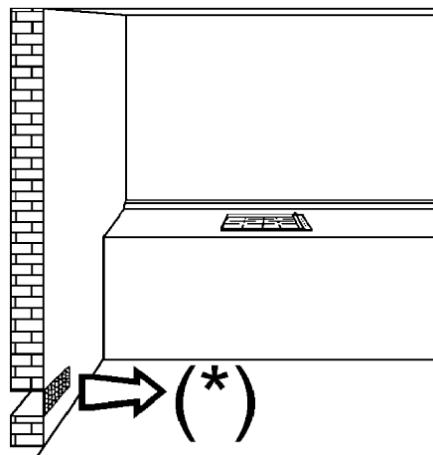
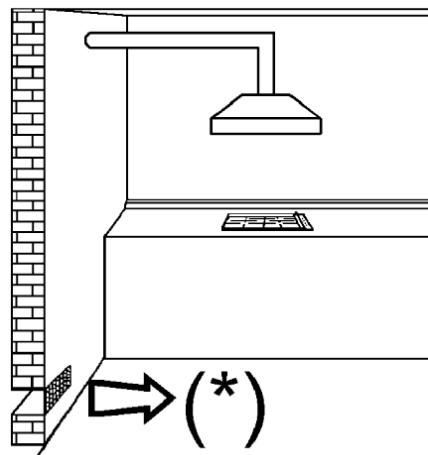

FIG. 3
FIG. 4
- **I'utilisation d'un appareil de cuisson à gaz génère chaleur et humidité dans le local où il a été installé. Par conséquent, il est nécessaire d'assurer une bonne ventilation du local, par maintenir libres des obstacles les rainures de ventilation naturelle (fig. 3) et par brancher le dispositif mécanique de ventilation (hotte aspirante ou ventilateur électrique, fig. 4 et fig. 5).**
Le flux naturel de l'air doit se réaliser par chemin direct à travers des ouvertures permanentes, faites dans les parois du local qu'il faut ventiler. Ces ouvertures doivent se connecter avec l'extérieure et avoir une section minimale de 100 cm² (voir la fig. 3). Il faut les organiser de la manière qui exclut son obstruction.
Les appareils de cuisson à gaz doivent toujours évacuer les produits de combustion au moyen de hottes connectées à cheminées, aux conduits pour fumée ou directement à l'extérieur (voir la fig. 4). En cas où il n'est pas possible d'utiliser la cheminée et à condition que les dispositions concernant la ventilation, indiquées dans les normes en vigueur, s'observent strictement, il est admis d'utiliser un ventilateur, installé sur une fenêtre ou sur une paroi avec sortie à l'extérieur; qui devra se brancher simultanément avec l'appareil (voir la fig. 5),